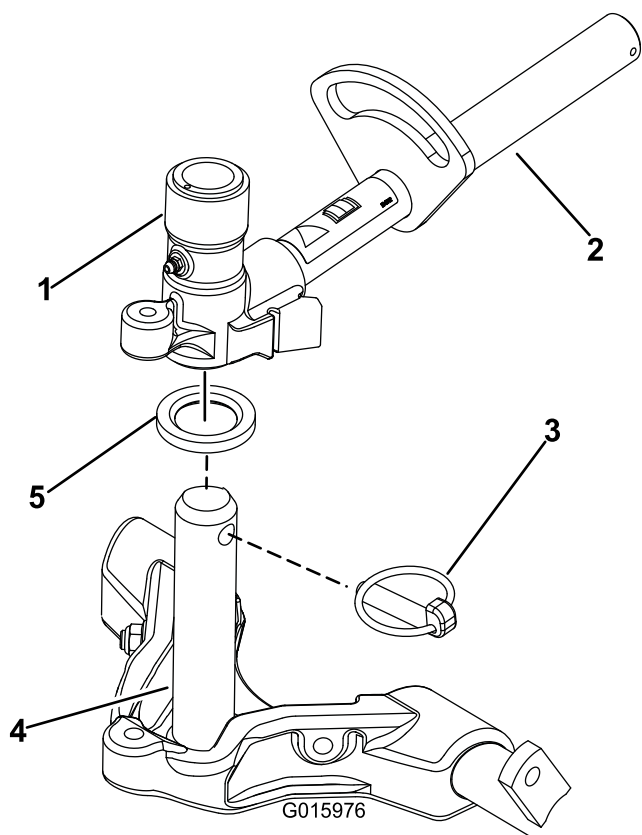

图 16
9. 在承载架轴上涂抹干净的润滑脂图 16。
10. 对于前滚刀组在将承载架轴向上插入提升臂轴枢的同时把滚刀组滑到提升臂下方图 16。确保将止推垫圈放在承载架轴上。
11. 使用 Klik 销将承载架轴固定到提升臂枢图 16。
- B. 将提升臂枢插入承载架轴的上方 (图 16)。